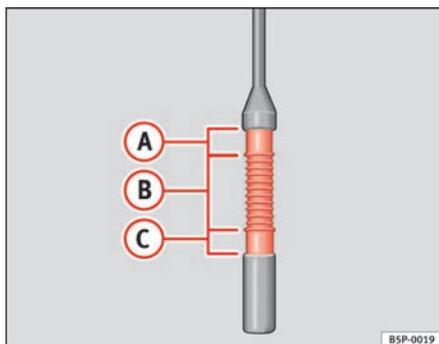

Fig. 157 Varilla de medición del nivel de aceite.
- A continuación, vuelva a extraerla y compruebe el nivel de aceite ⇒ fig. 157. En caso necesario, reponga aceite del motor.